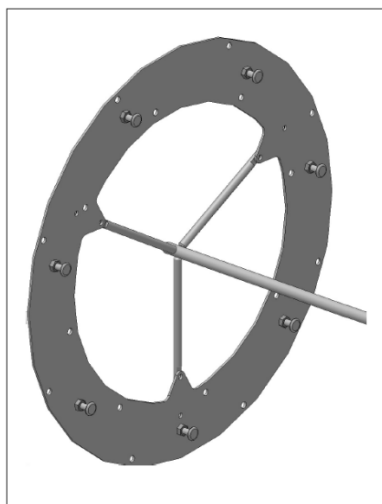

Figure 3.7
4. Insérez les extrémités de la broche dans les orifices du disque du rotor spécialement prévus à cet effet (voir figure 3.7). Insérez l'autre extrémité dans les orifices correspondants du disque opposé.